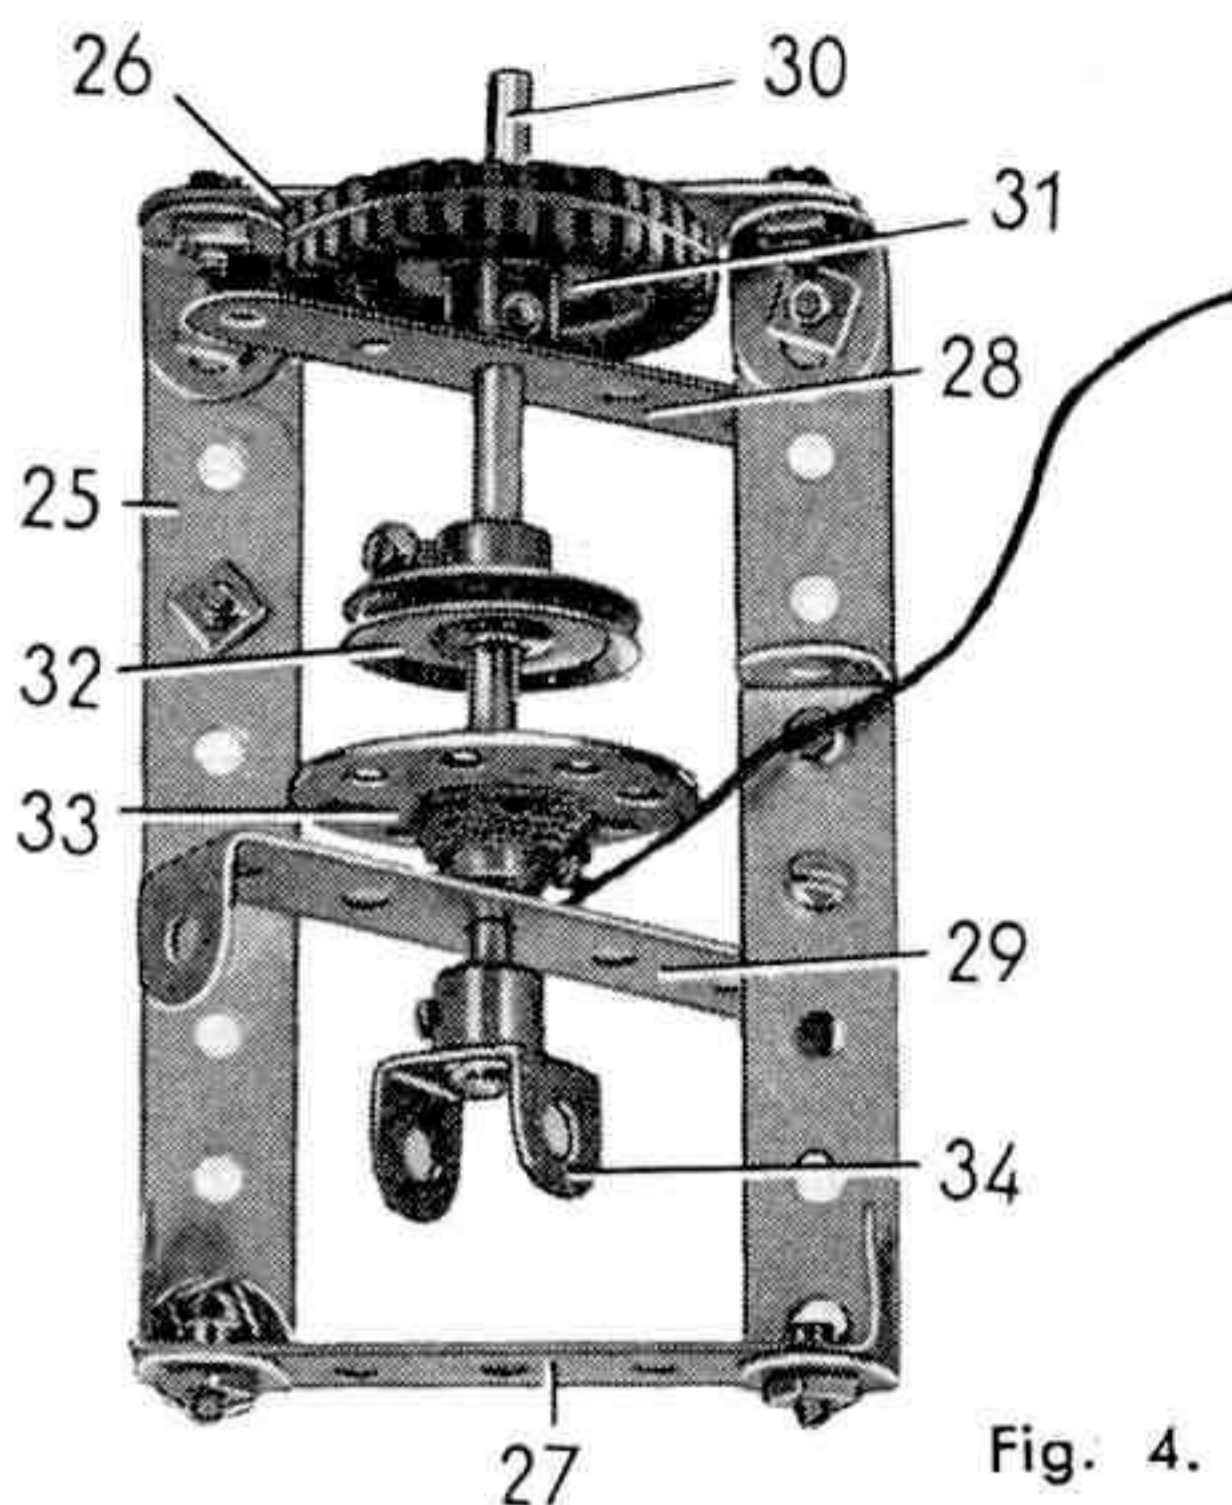

Fig. 4.
Le mécanisme de commande de la moufle (montée et descente de la charge) nécessite la construction d'un cadre mobile (fig. 4) qui formera un frein de retenue. Un des côtés (25) de ce cadre est formé d'une bande de 5 trous et d'une de 7 trous ; l'autre côté est composé d'une bande de 5 trous et d'une bande coudée de  $60 \times 12$  mm. Les extrémités supérieures des côtés sont réunies par une bande de 5 trous (26) que tiennent deux équerres. Les extrémités inférieures sont assemblées par une bande coudée de  $60 \times 12$  mm. (27).